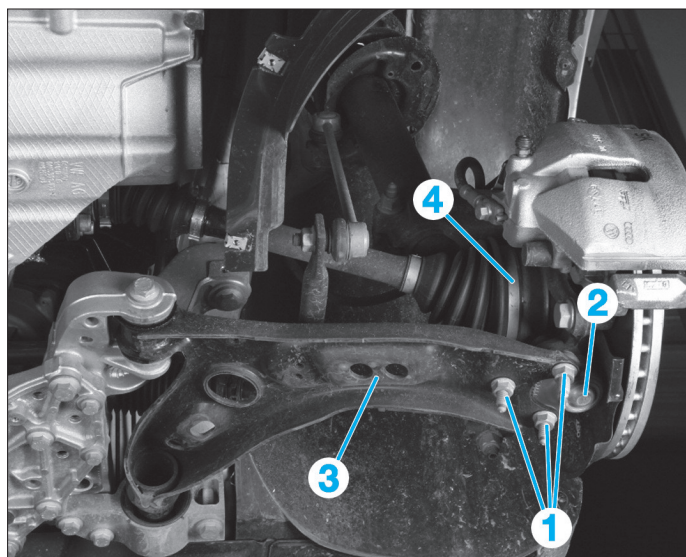

Fig. 2
- Déposer les écrous (1) de la rotule (2) du triangle de suspension (3) (Fig.2).
- le triangle de suspension (3) de la rotule du pivot,
- le joint extérieur (4) du moyeu de roue à la main.